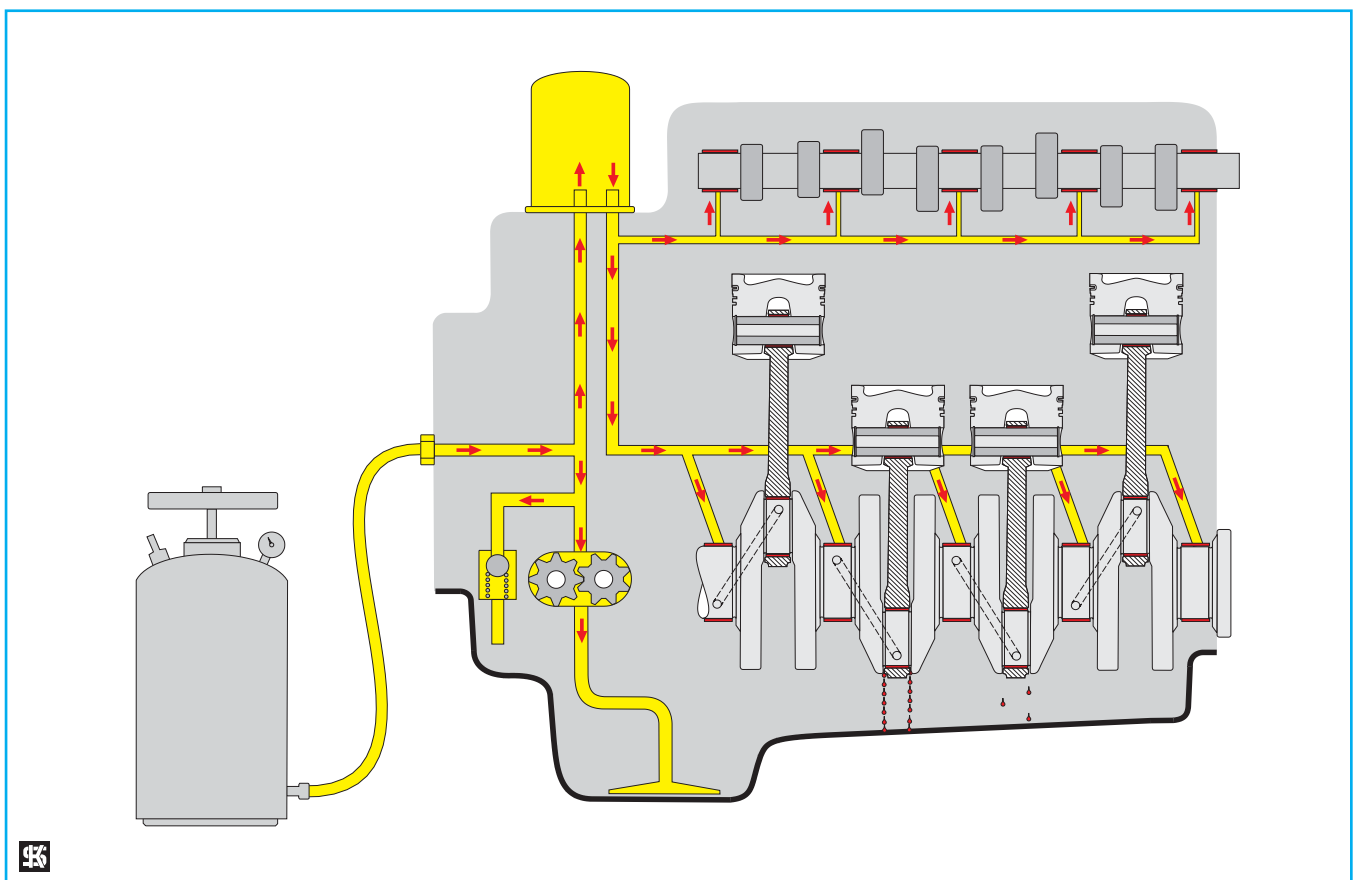

рис. 1
1. С помощью резервуара под давлением в масляную систему двигателя закачивается минимум 30 % нормального количества моторного масла (см. рис. 1 и 2). В качестве таких мест закачивания подходят специально для этих целей предусмотренные запорные винты. Если таковых нет, тогда для подсоединения можно снять, например, пробку с отверстия для смазки или масляный гидровыключатель.